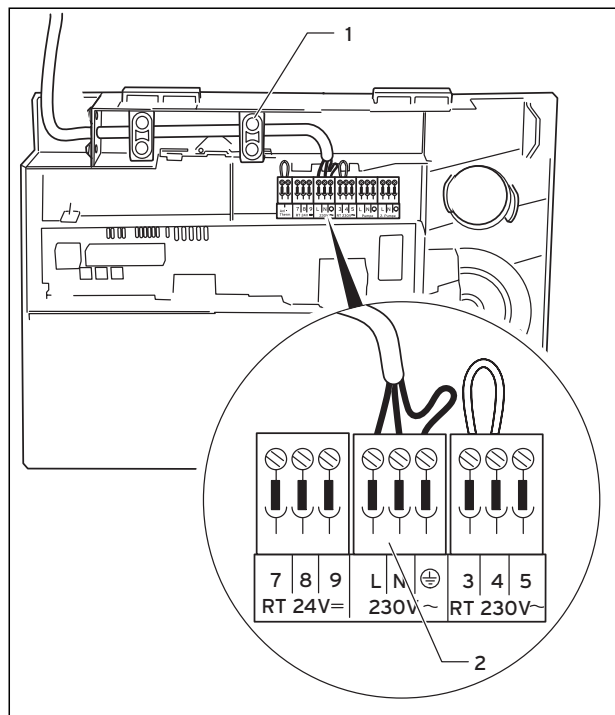

Fig. 5.7 Racordul cablului de alimentare la rețea
- Asigurați cablurile cu descărcările de sub tensiune (**1**, Fig. 5.7).
- Asigurați cablurile cu descărcarea de sub tensiune (1, Fig. 5.7)